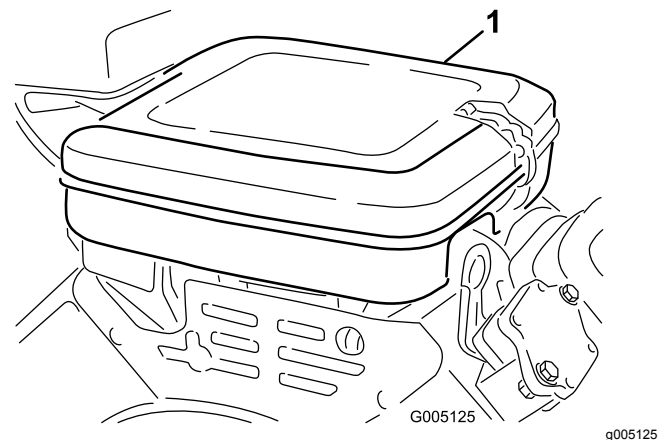

Figura 26
1. Pulite il coperchio del filtro dell'aria (Figura 26).